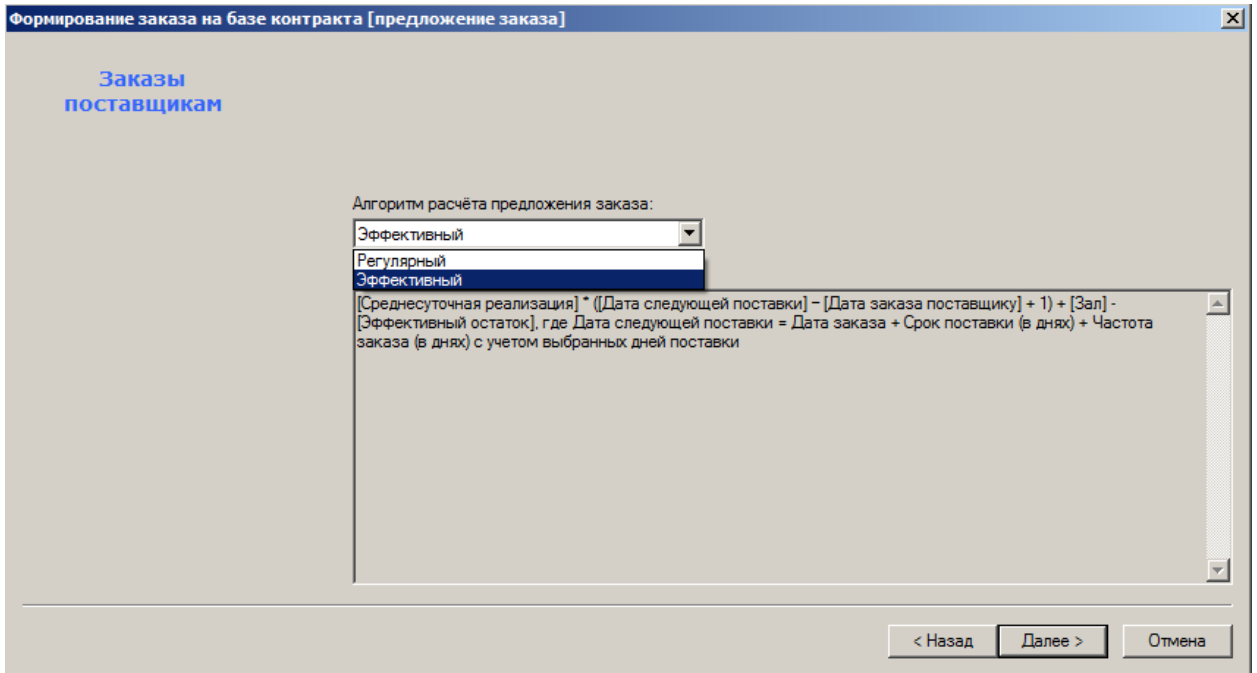

Рисунок 35 – Формирование заказа на базе контракта (5)
5. Выбрать алгоритм расчета предложения заказа (Рисунок 35):